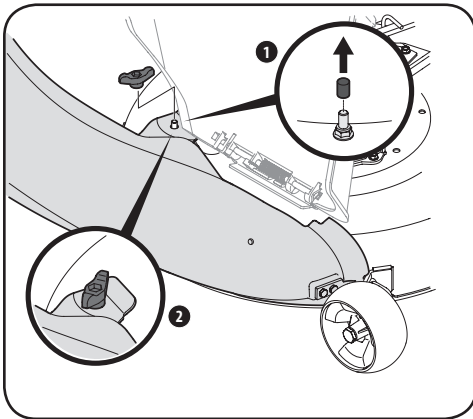

Figure 4-26
2. Retirez le capuchon de protection en caoutchouc du plateau de coupe, comme illustré au numéro 1 de la Figure 4-26.
3. Soulevez le déflecteur de goulotte (numéro 2 de la Figure 4-26) sur le plateau de coupe et maintenez-le en place pendant que vous installez l'adaptateur de goulotte (731-10133) (3), compris dans la trousse de quincaillerie 689-01419, sur le plateau de coupe, comme illustré à la Figure 4-26.